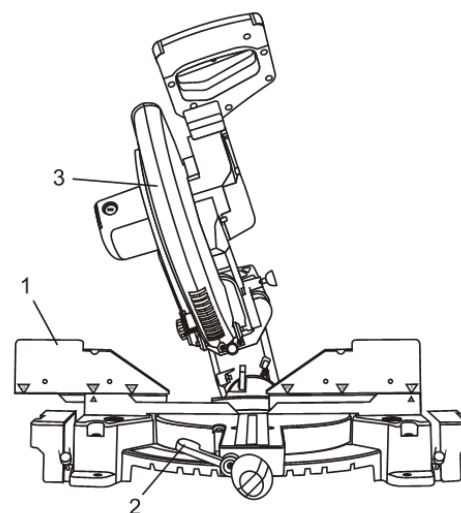

Fig. 30
2. Desserrez le levier de blocage du biseau (2) (Fig. 30).
3. Faites pivoter la tête de coupe (3) à l'angle de biseau souhaité.